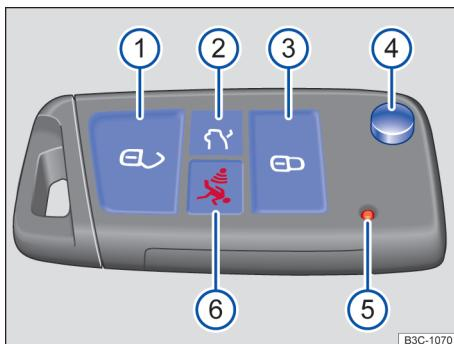
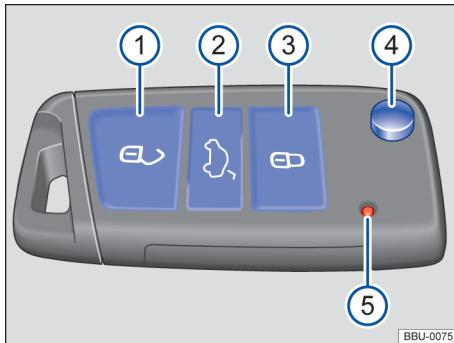
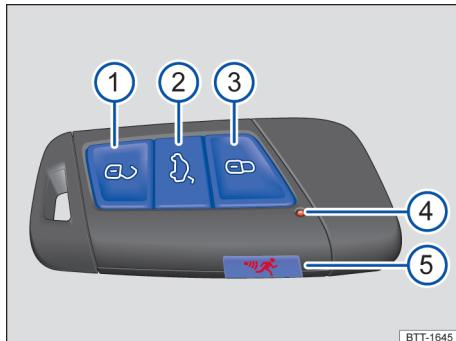

Fig. 53 Chave do veículo com botão do alarme (variante 1).
Fig. 54 Chave do veículo sem botão do alarme (variante 2).
Fig. 55 Chave do veículo.
Legenda para **Fig. 53** e → **Fig. 54**:
Legenda para Fig. 55:
Pressionar os botões de alarme → Fig. 53 ⑥ ou → Fig. 55 ⑤ somente em casos de emergência! Após pressionar o botão do alarme, a buzina é ativada e as luzes piscam. Pressionar novamente o botão do alarme, para desligá-lo.
Pressionando o botão → Fig. 53 ④ ou → Fig. 54 ④, a haste da chave é destravada e rebatida para fora.
i Se os botões da chave do veículo → Fig. 53 ou → Fig. 54, ou um dos botões do travamento central → Página 75 forem acionados repetidas vezes em curto intervalo de tempo, ocorrerá um desligamento temporário do travamento central para proteção contra sobrecarga. Nesse caso, o veículo fica destravado. Travar o veículo se necessário.